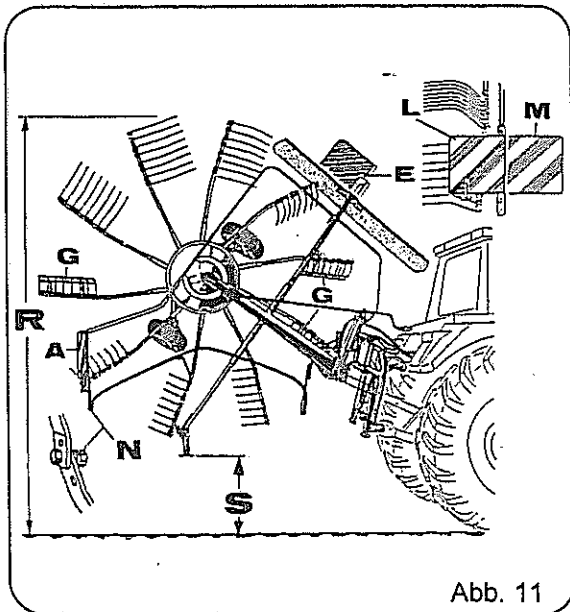

Abb. 11
Die Warntafel zur Maschineninnenseite schwenken und arretieren (Abb. 11, Pos. A und L). Die 3 Schutzkappen (6 für TWIN 395-DH und TWIN 470-DH) über die Zinkenenden stülpen und sichern (Abb. 11, Pos. G).
Schutzbügel einklappen und mit Stecker sichern. Auf richtige Montage des Schutzbügels achten (Abb. 11, Pos. N), da sonst der Schutzbügel nicht einklappbar ist.
Das Maß "S" (Abb. 11) sollte beim
Um dieses zu verhindern, muß der Schwadformer nach dem Herausziehen um 90° gedreht und wieder eingesteckt werden (Abb. 11, Pos. E).
- Kupplungsstecker vom Schlepper abnehmen und in Steckerhalter stecken (siehe Seite 12, Abb. 11, Pos. I).
Vor Arbeitsbeginn ist unbedingt die Warntafel von der Maschineninnenseite zurückzuschwenken und zu arretieren und die Schutzkappen an den Zinkenenden zu entfernen (siehe Seite 12, Abb. 11, Pos. M und G).
- Wartafel von der Maschineninnenseite zurückschwenken (Siehe Seite 12, Abb. 11, Pos. M)